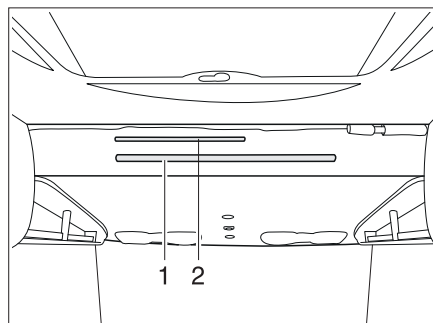

Bild 117 Hubbett manuell
- Den Griffhebel (Bild 117,2) nach unten ziehen, um das Hubbett zu entriegeln.
- Das Hubbett mit beiden Händen an der Griffstange (Bild 117,1) in einem Bogen nach unten ziehen, bis es hörbar einrastet.
- Die Aufstiegsleiter mit den beiden Bügeln in die Griffstange (Bild 117,1) am Hubbett einhängen.